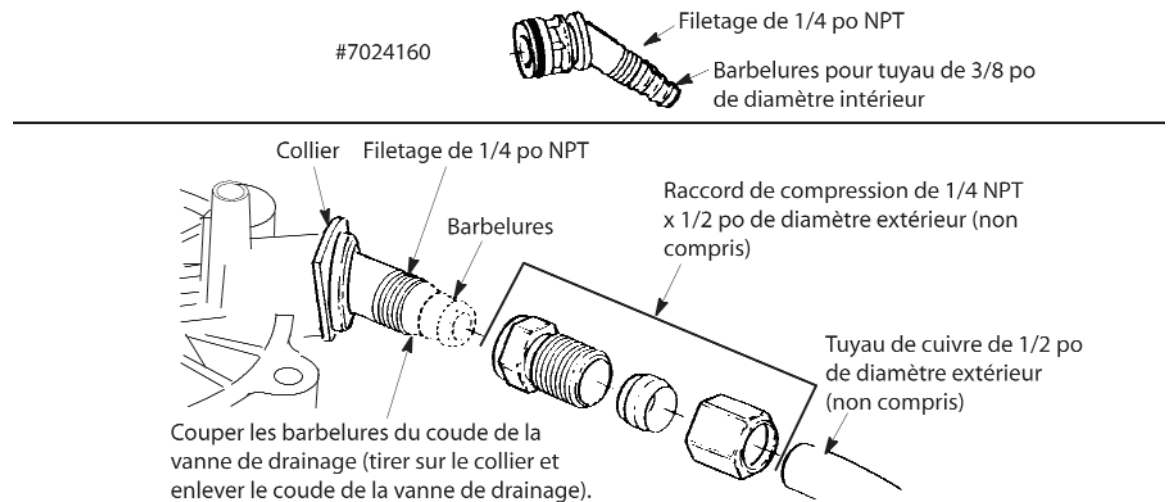

Figure 4
***OPTIONS POUR LA VANNE DE DRAINAGE:** L'usage de tuyaux de drainage flexibles ne sont pas permis dans toutes les municipalités (consulter vos lois en matière de plomberie). Pour raccorder avec un tuyau de drainage rigide, veuillez couper les barbelures du coude de la vanne de drainage pour accéder au fileté de 1/4 po. Installer ensuite un drain rigide au besoin (voir Figure 4).
1. Raccorder un tuyau de drainage de 3/8 po ou 7/16 po de diamètre intérieur (consulter les codes) au coude de la vanne de drainage sur la minuterie, tel qu'illustré à la Figure 4. Utiliser un collier de serrage afin de tenir le tuyau en place. Acheminer le tuyau à travers l'espace désigné dans le couvercle de la minuterie.